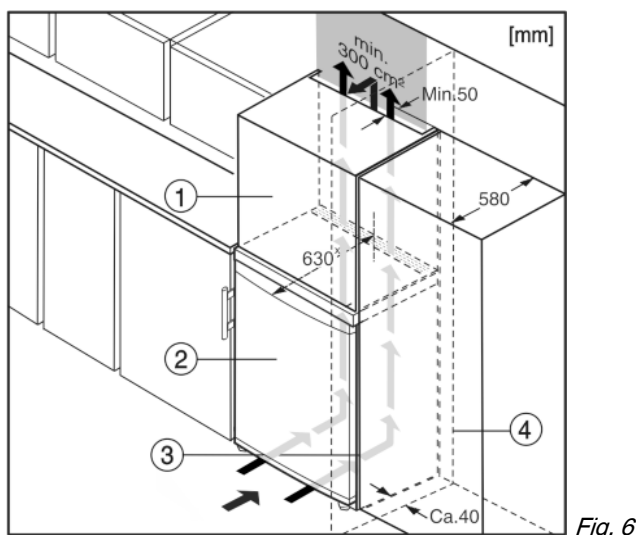

Fig. 6
Устройство может быть окружено кухонными шкафами. Чтобы уравнять устройство Fig. 6 (2) по высоте с кухонной стенкой, можно установить над устройством дополнительный шкафчик Fig. 6 (1).\*
При комбинировании с кухонными шкафами (глубина макс. 580 мм) устройство можно установить непосредственно рядом с кухонным шкафом Fig. 6 (3). Устройство выступает сбоку на 34 мм\* и по центру на 50 мм\* относительно передней стенки кухонного шкафа.\*
Если устройство установлено на шарнирах у стены Fig. 6 (4), то расстояние между устройством и стеной должно быть не менее 40 мм. Настолько выступает ручка при открытой двери.